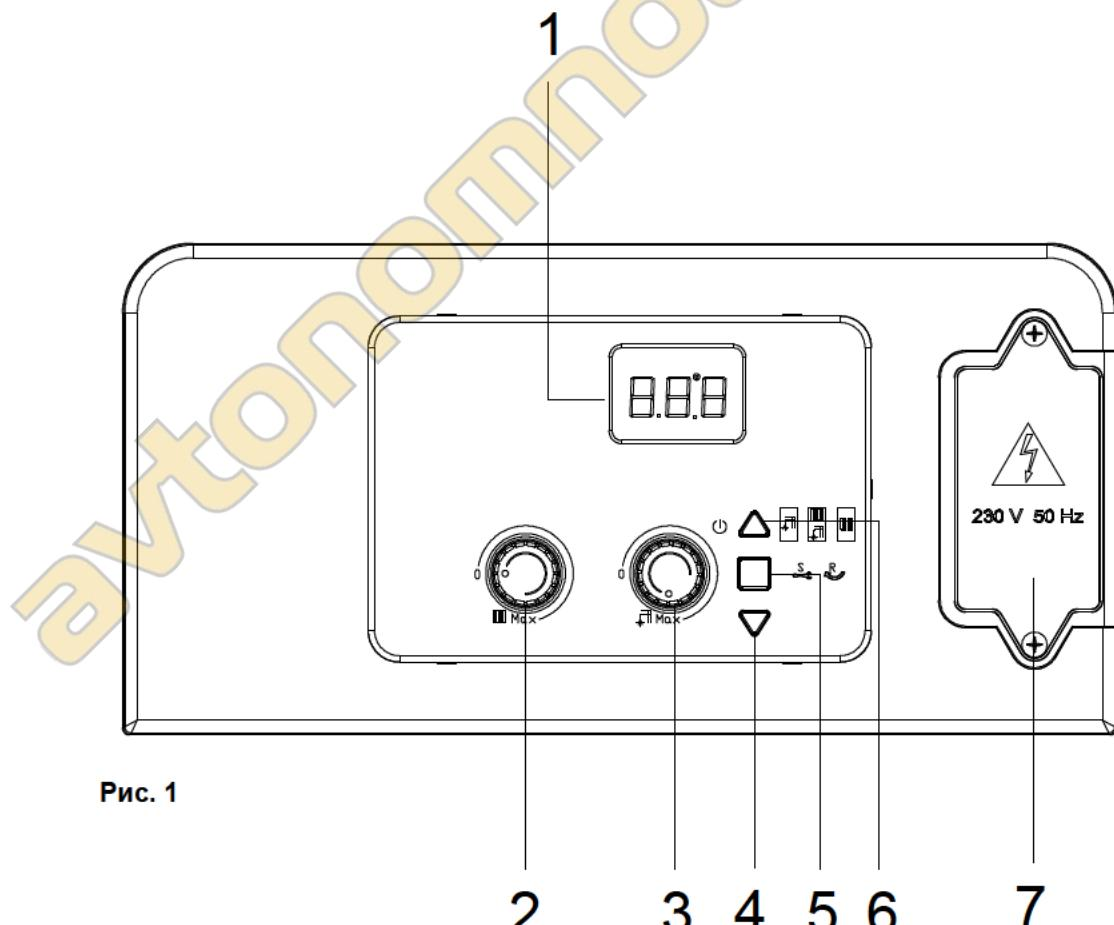

Рис. 1
- Нажмите кнопку 6 «» (рис. 1). Котел включится автоматически (при выборе режима WINTER (ЗИМА) и подключении комнатного термостата).
Для переключения котла в режим «SUMMER (ЛЕТО)» нажмите кнопку 6 (см. рис. 1). Котел будет обслуживать только систему горячего водоснабжения. На работу котла в режиме «SUMMER (ЛЕТО)» указывает символ , постоянно горящий на панели управления.